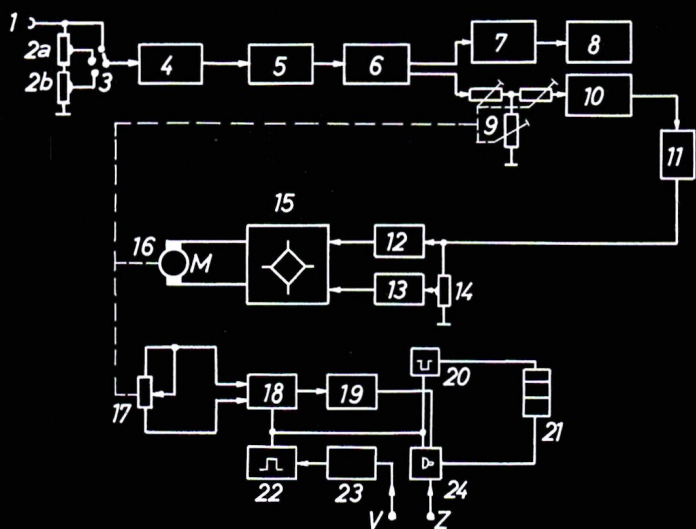

Abbildung 2 Blockschaltbild des Prüfeempfängers.
Anhand der Blockdarstellung in Abbildung 2 soll die Funktion des Meßempfängers T 105 näher beschrieben werden. Die der Eingangsbuchse (1) zugeführte HF-Spannung gelangt zunächst auf einen zweiteiligen Eingangsabschwächer (2a, 2b), von dem mit einem Schalter (3) die HF-Spannung abgegriffen und der UHF-/VHF-
Mit der Aufnahme eines Frequenzteilers in den Leitungszug der Vertikalrückschlagimpulse wird die Zählzeit von 20 auf 40 Millisekunden heraufgesetzt. Dadurch ergibt sich eine ruhige Anzeige, weil sonst aufgrund der 312,5 Zeilen eines Halbbildes die Anzeige um 0,5 pro Halbbild schwanken würde. Um zu gewährleisten, daß der Integrator zu Beginn eines jeden Meßvorgangs entladen ist, enthält er einen in Abbildung 2 nicht dargestellten Entladekreis. Dieser besteht aus einem elektronischen Schalter und wird von dem Rückstell-Startimpuls gesteuert. Wegen der breitbandigen Auslegung des zweiten ZF-Verstärkers (10) ist die Kanalwählerabstimmung des Philips Fernsehantennen-Prüfgerätes T105 relativ unkritisch. Die Durchlaßkurve des zweiten ZF-Verstärkers hat in der Umgebung der Bildträgerfrequenzen einen flachen Verlauf, so daß zur genauen Messung die Einstellung des Prüfeempfängers auf bestes Bild genügt. Dies kann auf dem eingebauten 31-cm-Monitor optisch einwandfrei kontrolliert werden.